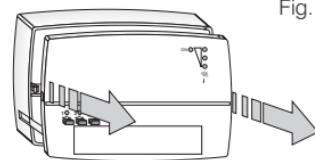

Fig. 4.i
- Extraire la partie avant de la base (la résistance à l'extraction est due aux broches d'accouplement aux bornes) (fig.4.i).